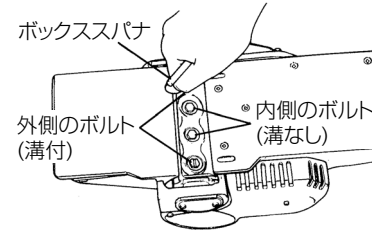
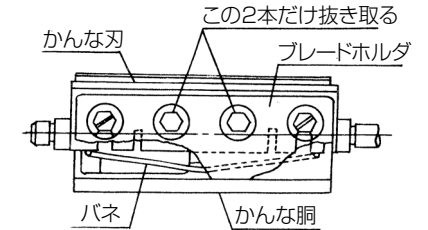
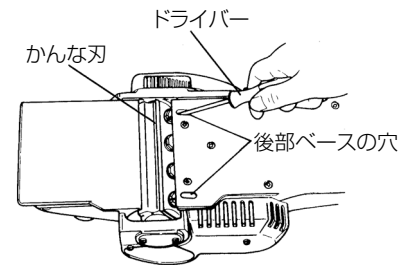

図 7
図 8
図 10
- (1) ボックススパナで外側のボルト 2 本をゆるめ、次に、そのまま軽く締め直します。(図 7)
- (2) 内側のボルト 2 本をボックススパナでゆるめて抜き取ります。(図 7、図 8)
- (3) 後部ベースの穴から、付属のドライバーをさし込み、外側のボルトの頭部の溝に合わせてゆるめると、かな刃はパネ(図 8)に押されて数ミリ飛び出します。(図 10)
- (4) かんな刃の両端を持って、取りはずします。